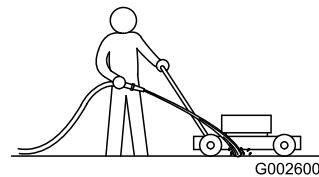

Figura 16
3. Mentre il motore acceso e la lama è innestata, spruzzate un getto d'acqua davanti alla ruota **destra** posteriore (Figura 16).